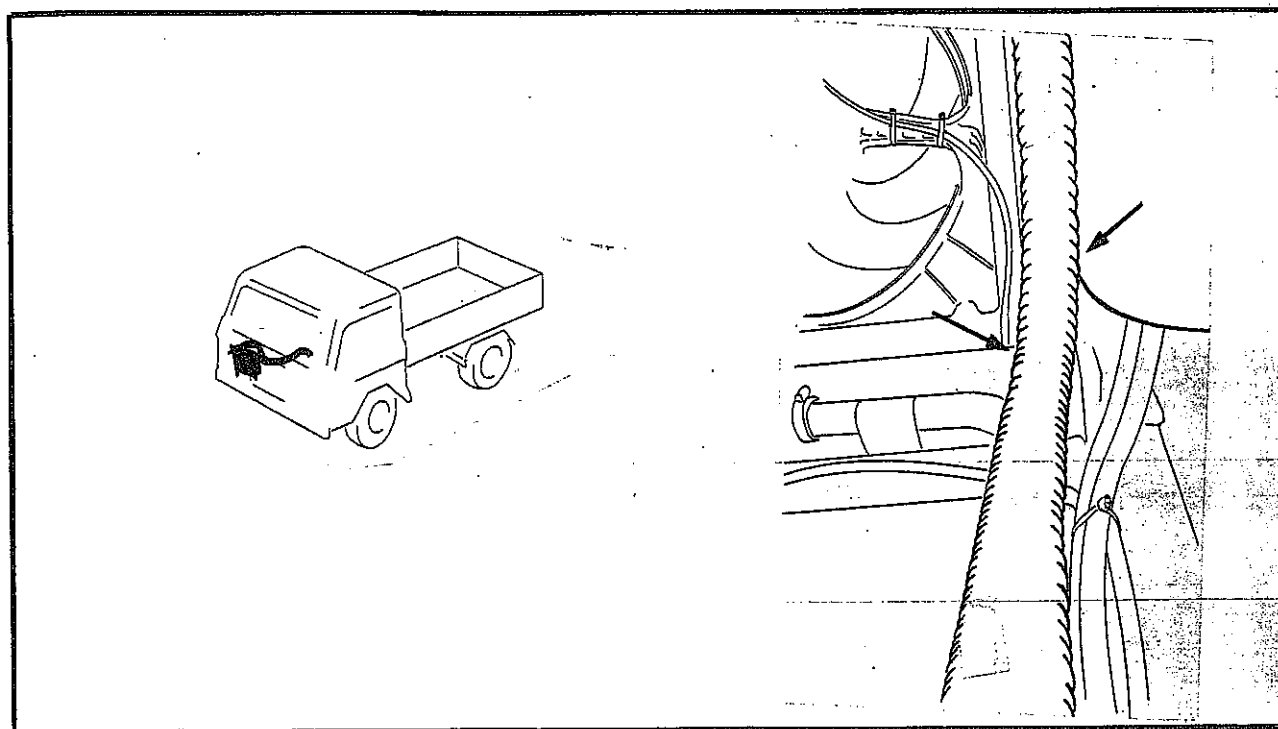

Fig. 2-5 Tubazioni flessibili
2.6.2. TUBAZIONI (fig. 2-5)
2.6.2. TUYAUTERIES (fig. 2-5)